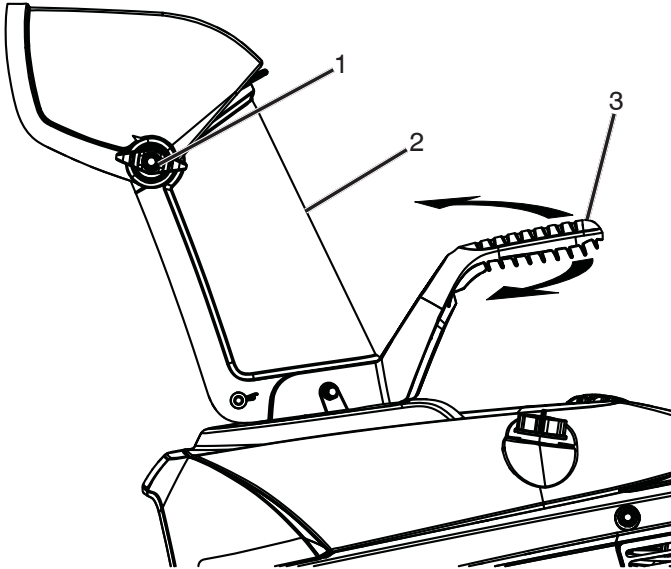

Figure 17
1. Pour effectuer le réglage de la goulotte de décharge, déplacer la poignée du déflecteur de goulotte vers la gauche ou la droite jusqu'à la position souhaitée (Figure 17).
2. Pour relever ou abaisser l'angle du déflecteur de goulotte, desserrer le bouton du déflecteur de goulotte puis abaisser ou relever le déflecteur de goulotte (Figure 17).